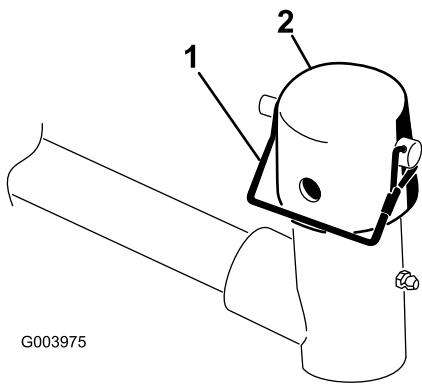

Рисунок 9
7. Снимите стопорный штифт и крышку с вилки шарнира подъемного рычага (Рисунок 9).
11. Прикрепите крышку и вал несущей рамы к вилке подъемного рычага с помощью фиксирующего штифта (Рисунок 9).